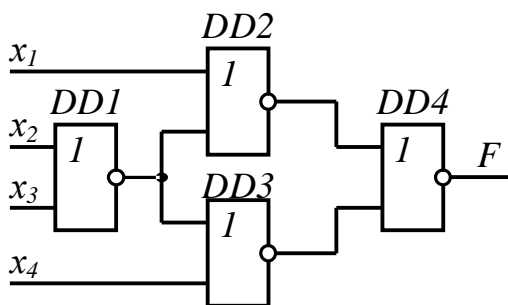

Рис. 13.15
**13.37.** Запишіть, яку логічну функцію від змінних  $x_1, x_2, x_3, x_4$  реалізує функціональна схема, зображена на рис. 13.15.
**13.39.** Яку логічну функцію реалізує схема (рис. 13.15), якщо елемент DD3 вийшов з ладу, і на його виході постійно діє: а) сигнал логічної одиниці; б) сигнал логічного нуля?
**13.40.** Яку логічну функцію реалізує схема (рис. 13.15), якщо елемент DD1 вийшов з ладу, і на його виході постійно діє: а) сигнал логічної одиниці; б) сигнал логічного нуля?
**13.41.** Яку логічну функцію реалізує схема (рис. 13.15), якщо в ній об'єднати входи: а)  $x_2 = x_3$ ; б)  $x_1 = x_4$ ; в)  $x_2 = x_3$ ;  $x_1 = x_4$ ?